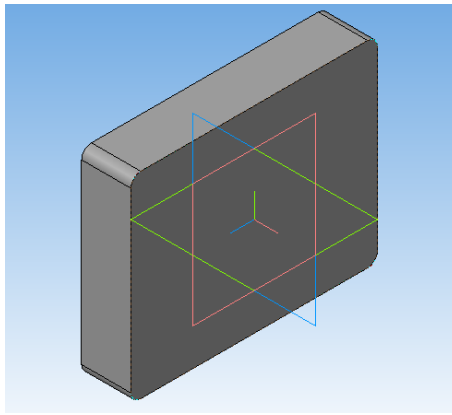

Рис. 3
6. Затем операцией **Выдавливание** , которая находится на панели **Редактирование детали** , дорабатываем его до параллелепипеда, задав **расстояние – 20 мм.** (рис. 3)